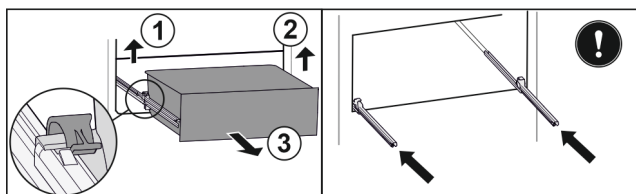

Fig. 97
- ▶ Ridicați clema din stânga și trageți concomitent sertarul din stânga spre înainte. Fig. 97 (1)
- ▶ Ridicați clema din dreapta și trageți concomitent sertarul din dreapta spre înainte. Fig. 97 (2)
- ▶ Extrageți sertarul spre înainte. Fig. 97 (3)